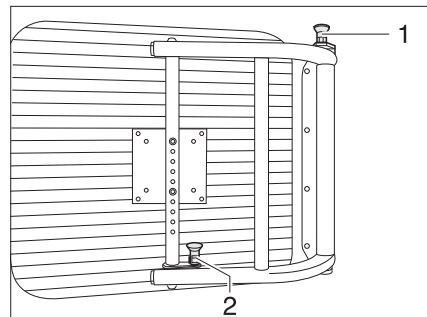

Bild 7 Halterung mit Schwenkarm
- Flachbildschirm in Ausgangsstellung zurückschwenken, bis die beiden Einrastknöpfe (Bild 7,1 und 2) einrasten.